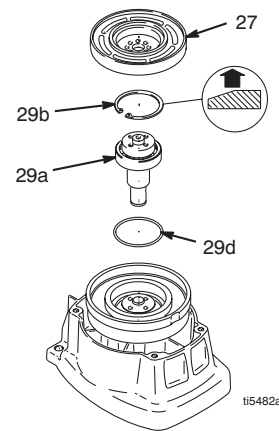

FIG. 6
6. FIG. 6. Retire o anel retentor (29b).
7. FIG. 6. Insira o veio do pinhão (29a) utilizando um maço de plástico.